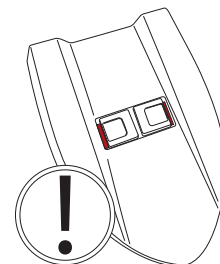

Fig.20
- Druk op het deksel totdat u de twee schuifsluitingen op de vuilwatertank voelt vastklikken; beide sluitingen moeten naar de buitenkant van het deksel toe bewegen (Fig.20).
Het deksel is goed gemonteerd wanneer de RODE achtergrond in de zittingen van de twee sluitingen NIET zichtbaar is (Fig.20).